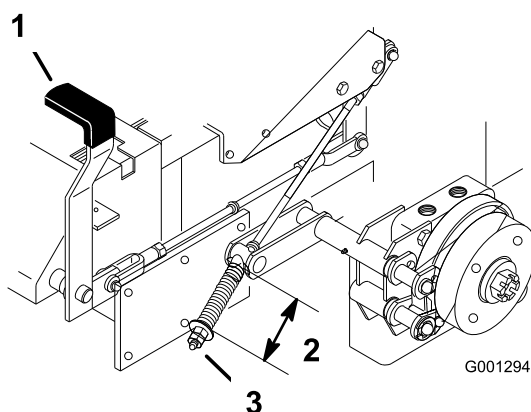

Figura 85
2. Mida la longitud del muelle (Figura 85).
3. Si es necesario un ajuste, quite el freno de estacionamiento, afloje la contratuerca que está debajo del muelle y ajuste la tuerca que está directamente debajo del muelle (Figura 85).